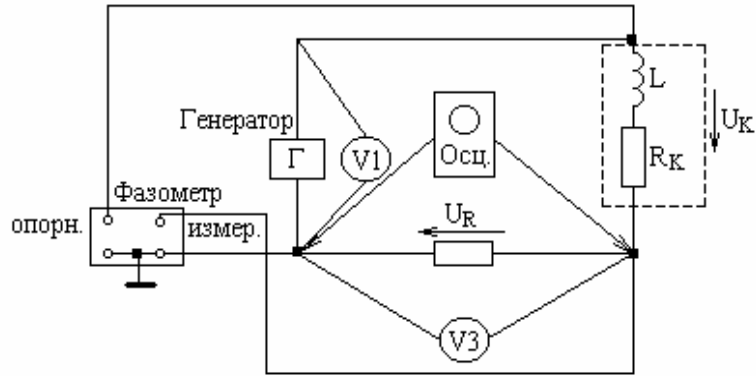
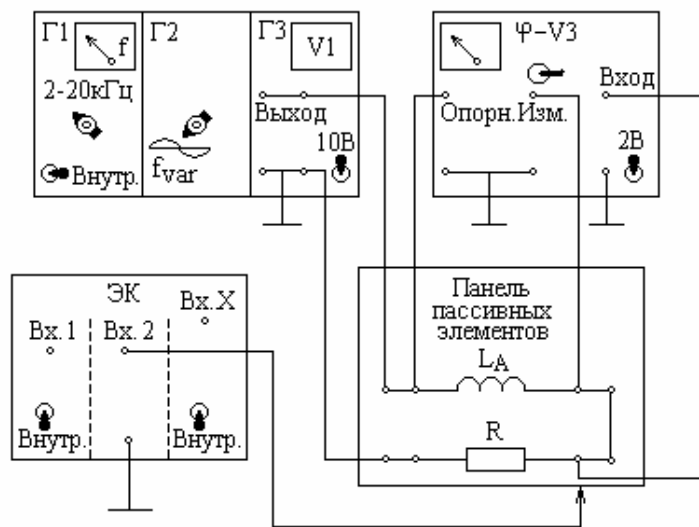

Рис. 2.5. Принципиальная схема измерения  $U_R$  и  $\varphi$
Рис. 2.6. Монтажная схема измерения  $U_R$  и  $\varphi$
1. Собрать схему для измерения  $U_R$  и угла сдвига по фазе  $\varphi$  между входным напряжением и током в цепи согласно рис. 2.5 и 2.6.
2. Установить регуляторы на блоках Г1, Г2, Г3, "φ - V3" в положения, показанные на схеме рис. 2.6.
6. Отключить от исследуемой цепи блок "φ-V3" и подключить осциллограф (блок ЭК) (см. рис. 2.5, 2.6). Регуляторы на блоке ЭК установить в положения, показанные на схеме рис.2.6. Переключатель числа каналов установить в среднее положение, при этом на экране осциллографа (блок БО) одновременно появятся изображения мгновенных напряжений на входе цепи  $u(t)$  и на резисторе  $u_R(t)$ . Напряжение  $u_R(t)$  пропорционально току  $i(t)$ , совпадает с ним по фазе и имеет ту же форму. Регулятор "РАЗВЁРТКА" на блоке ЭК установить в такое положение, при котором на экране осциллографа будут наблюдаться  $1,5 \div 2$  периода исследуемых напряжений.
2. Схемы для расчета рис. 2.4 и измерений рис. 2.5 и 2.7.